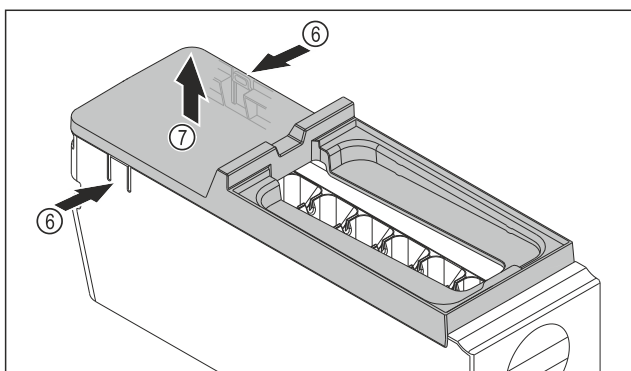

Fig. 97
- ▶ Wyjmowanie osłony korpusu EasyTwist-Ice: Docisnąć jedną ręką nakładki Fig. 97 (6) po obu stronach korpusu EasyTwist-Ice.
- ▶ Drugą ręką wyjąć osłonę Fig. 97 (7) ku górze.